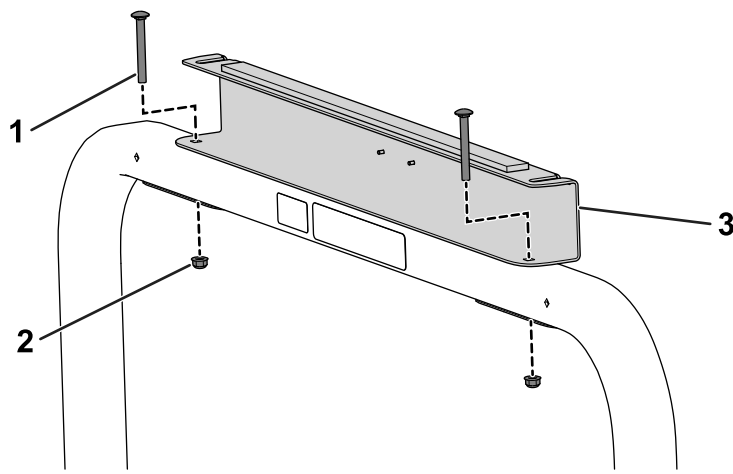

Bild 27
5. Befestigen Sie die hintere Sonnendachstütze und das hintere Gitter mit zwei Schlossschrauben (5/16" x 2¾") und zwei Bundmuttern (5/16") am Überrollbügel (Bild 27).